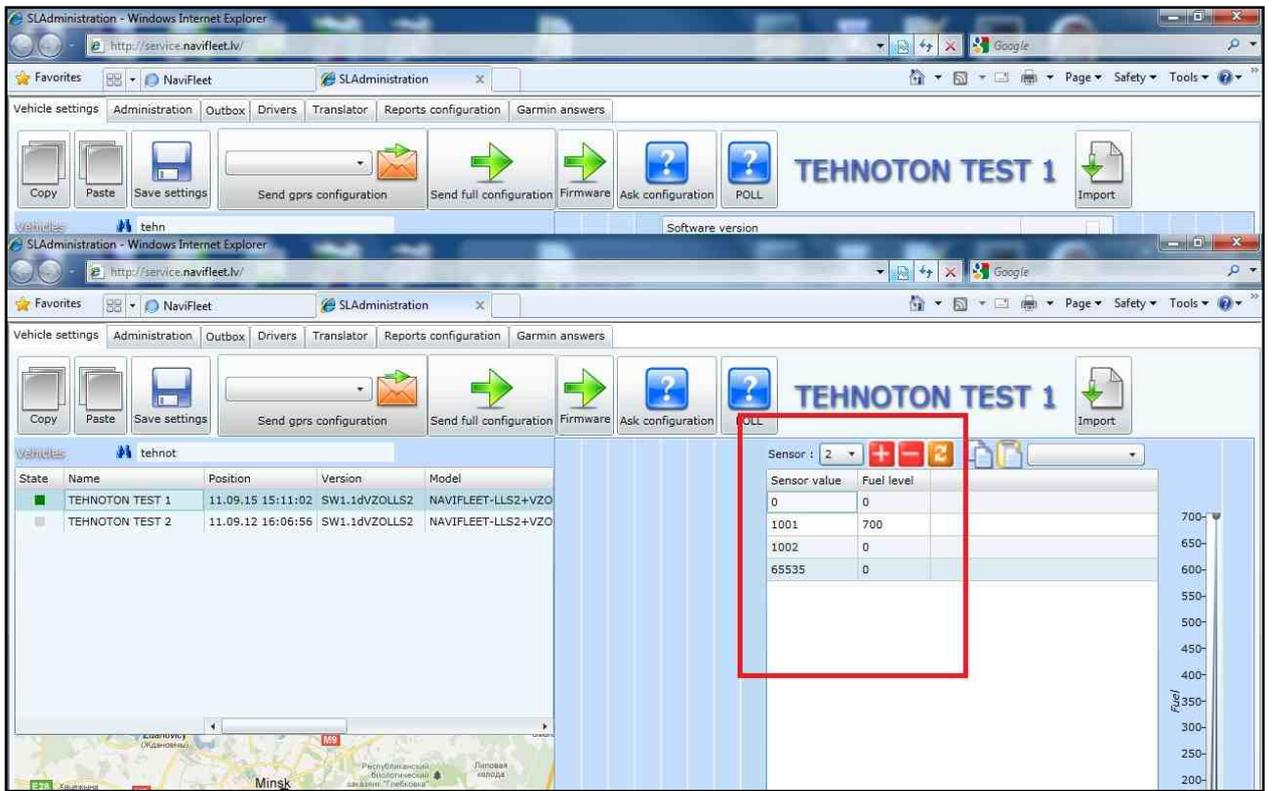

Рисунок 1
3.3. В поле терминала NaviFleet ET100 вносится тарифовочная таблица, полученная с помощью Service DUT (Рис. 1).